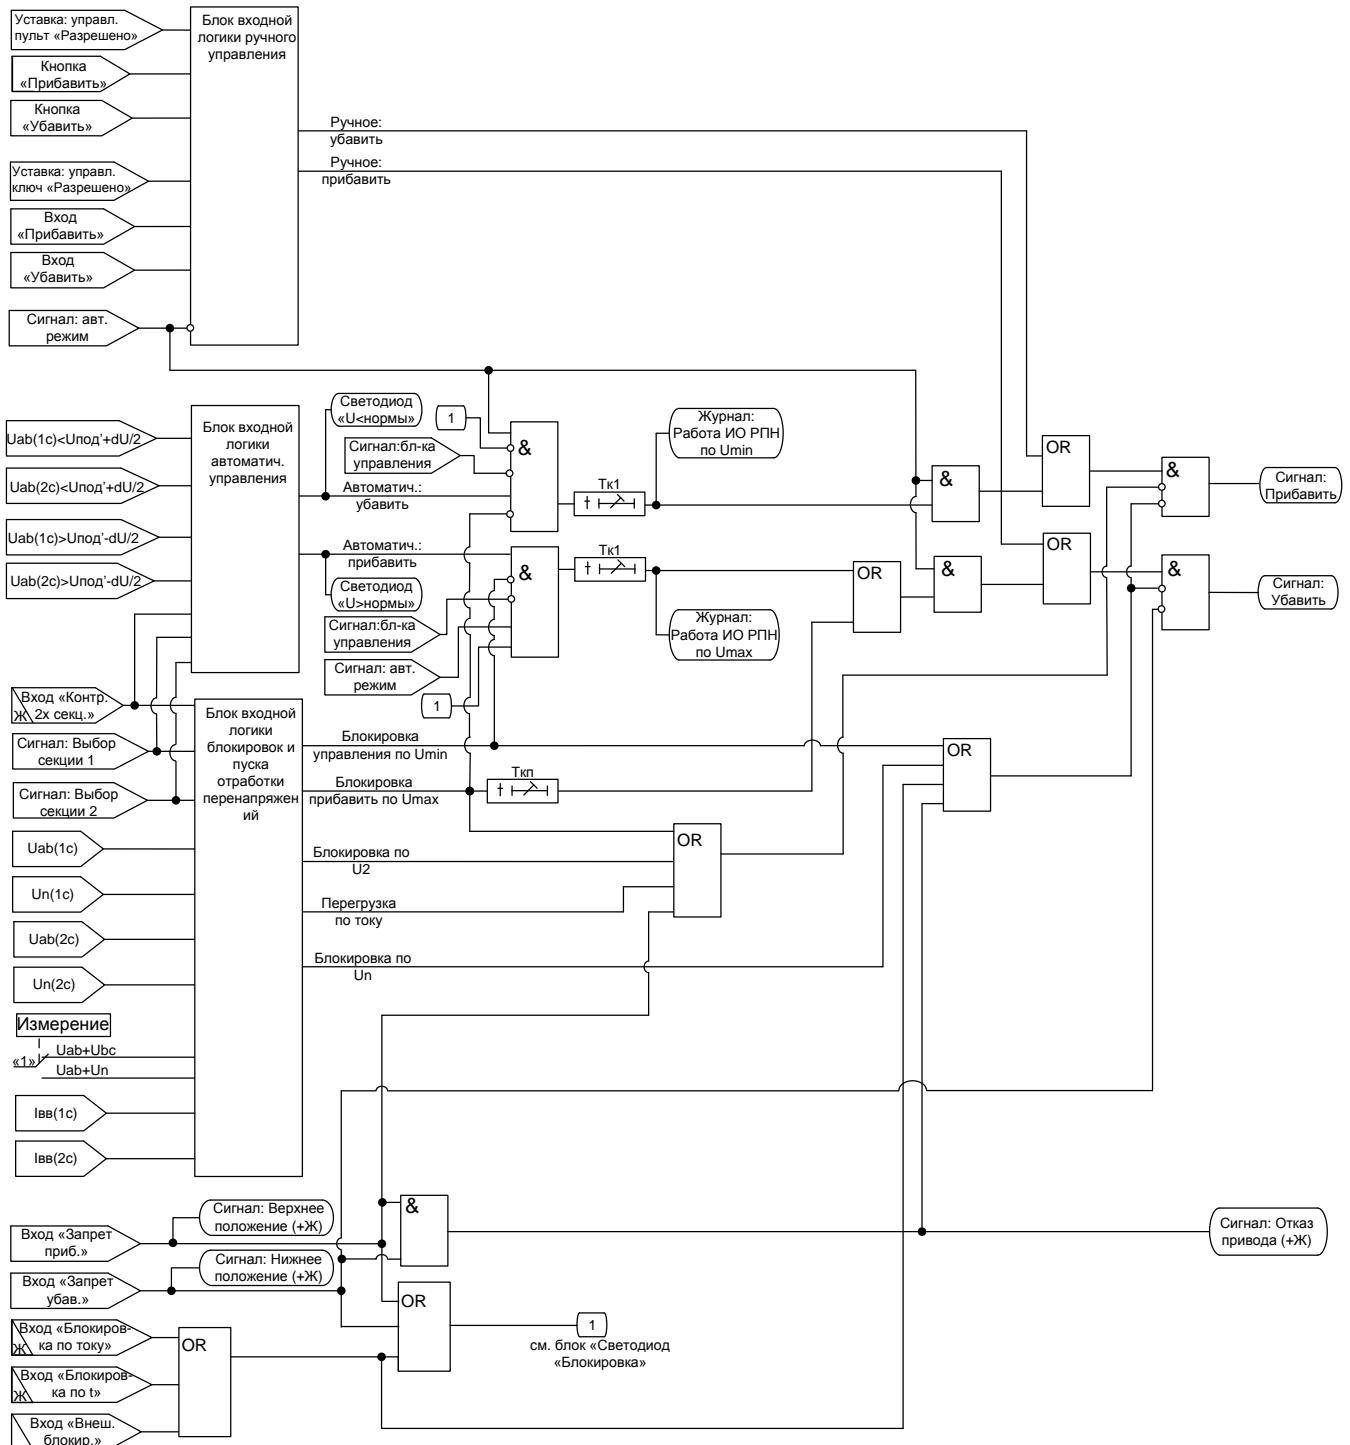
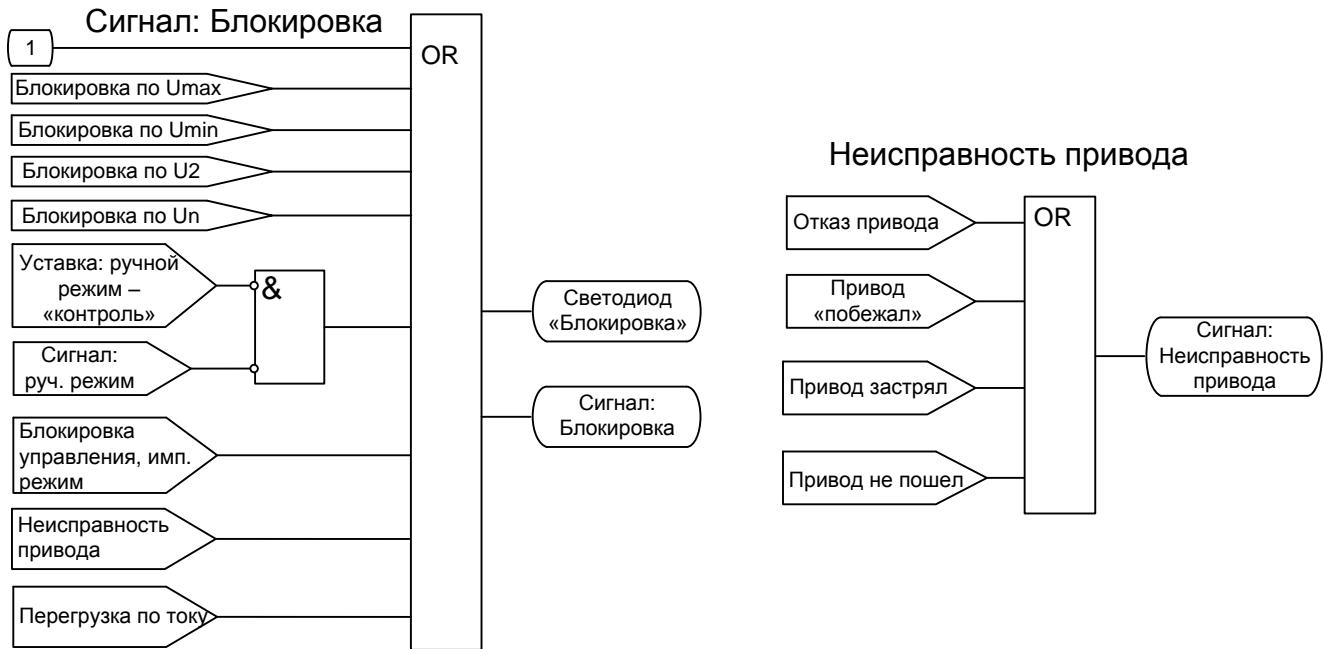

Рисунок 5.1 – Логика формирования команд управления
Рисунок 5.5 – Логика формирования сигналов «блокировка» и сигнала «неисправность привода»
**Блокировки.** Наличие любого сигнала внешней блокировки («Внеш. блок.», «Блокировка по току», «Блокировка по  $t$ ») запрещает формирование команд «Прибавить» и «Убавить» (см. рис. 5.1), формируется сигнал «Блокировка» (см. рис. 5.5). При снятии сигналов внешней блокировки пропадает сигнал «Блокировка», разрешается регулирование.
Если обнаружен сигнал от нижнего концевого выключателя (на входе «Запрет убавить»), то запрещается выдача команды «Убавить», формируется сигнал «Блокировка» (см. рис. 5.5). При снятии сигнала от концевого выключателя снимается сигнал «Блокировка».
Если обнаружен сигнал от верхнего концевого выключателя (на входе «Запрет прибавить»), то запрещается выдача команды «Прибавить» (см. рис. 5.1), формируется сигнал «Блокировка» (см. рис. 5.5). При снятии сигнала от концевого выключателя снимается сигнал «Блокировка».
При одновременном наличии сигналов на дискретных входах «Запрет прибавить» и «Запрет убавить» регулировка напряжения полностью запрещается, формируются сигналы «Блокировка», «Отказ привода», «Сигнализация». Регулятор деблокируется, когда будут сняты оба сигнала (см. рис. 5.1; 5.4; 5.5).
**Внутренняя блокировка по току.** Если в регулируемой секции ток ввода  $I_{\text{вв}} > I_{\text{max}}$ , то запрещается выдача команды «Прибавить», формируется сигнал «Блокировка», через время контроля перегрузки по току  $T_{\text{ср}}$  формируются длительный сигнал «Перегрузка» и импульсный сигнал «Сигнализация» (см. рис. 5.1). Сигналы «Блокировка» и «Перегрузка» сбрасываются, когда ток уменьшается ниже 0,95  $I_{\text{max}}$ .
**Внутренняя блокировка по  $U_2$**  предназначена для блокировки управления РПН при перегорании предохранителя в цепях ТН. Если в регулируемой секции напряжение  $U_2$  превышает уставку, то регулирование запрещается, формируется сигнал «Блокировка» (см. рис. 5.1 и 5.5). При снижении напряжения ниже 98% порогового значения пропадает сигнал «Блокировка», разрешается регулирование.
**Работа при достижении  $U_{min}$ .** Если в регулируемой секции действующее значение напряжения меньше  $U_{min}$ , то запрещается регулирование, формируется длительный сигнал «Блокировка» и импульсный сигнал «Сигнализация» (см. рис. 5.1; 5.4 и 5.5). При повышении напряжения выше  $1,02U_{min}$  сбрасывается сигнал «Блокировка», разрешается регулирование.
- запрещается выдача команды «Прибавить», формируется длительный сигнал «Блокировка» и импульсный сигнал «Сигнализация» (см. рис. 5.1; 5.4 и 5.5);
**Контроль двух секций.** Если контролируются обе секции (установлен сигнал «Две секции») и обнаружено превышение граничных условий в любой из двух секций («Перегрузка», «Перенапряжение», «Низкое U» и т.д.), то формируется длительный сигнал «Блокировка» и импульсный сигнал «Сигнализация» и блокируется выдача соответствующей команды управления (см. рис. 5.1; 5.4 и 5.5).
Если условие (5.4) выполняется, то спустя время Tk1 формируется сигнал «Прибавить» (см. рис. 5.1).
**Программа понижения напряжения.** Если выполняется условие (5.5), то включается светодиод «U>нормы», запускается таймер Tk1 (задержка формирования первичной команды на управление приводом). В течение этого времени контролируется выполнение условия (5.5). Если условие (5.5) не выполняется, то сбрасывается подсчет Tk1 и выключается светодиод «U>нормы». Если условие (5.5) выполняется, то спустя время Tk1 формируется сигнал «Убавить» (см. рис. 5.1).